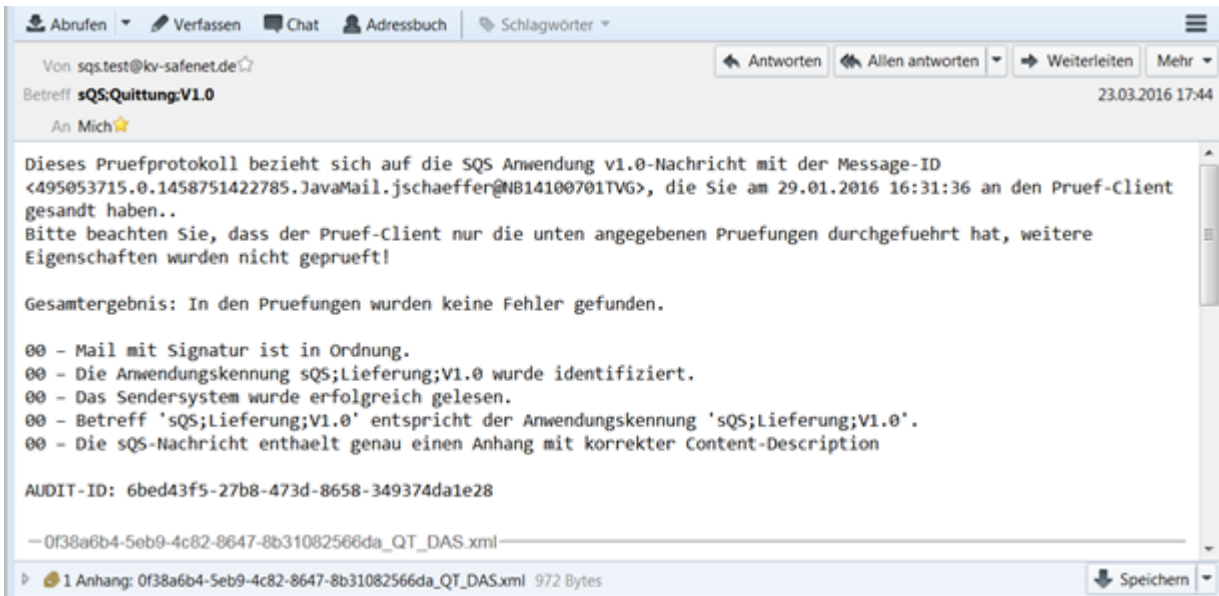

Abbildung 1: sQS-Quittung mit Empfangsbestätigung und Prüfbericht
- sQS-Quittung mit der Empfangsbestätigung und darin enthaltenem Prüfbericht (siehe Abbildung 1)